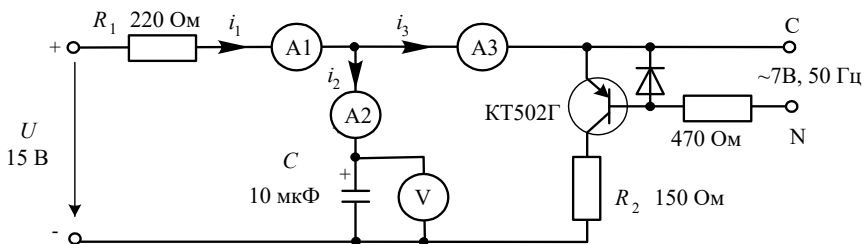
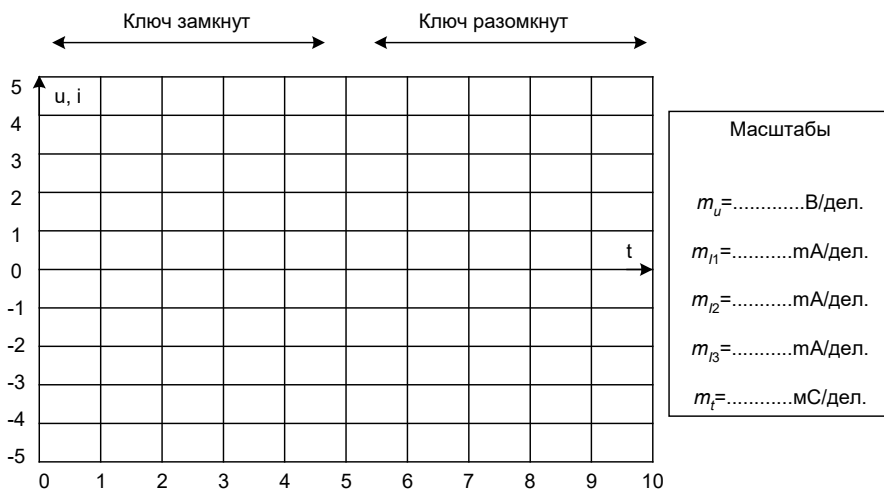

Рисунок 2 – Схема для исследования переходного процесса в цепи RC
Рисунок 3
2.1. Соберите цепь согласно схеме (рис. 2), включив в неё вместо изображенных измерительных приборов соответствующие гнезда коннектора. Обратите внимание на полярность электролитического конденсатора. Включите осциллограф, установите развёртку 2 мС/дел и перерисуйте изображение четырёх измеряемых величин на график (рис.3). Не забудьте указать масштаб для каждой кривой.